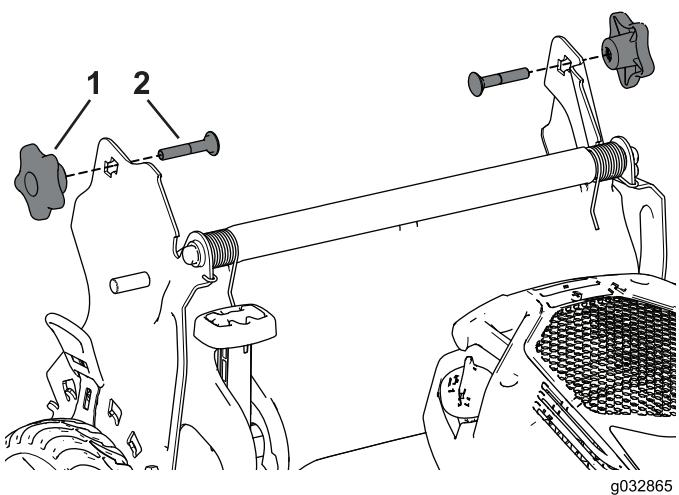

Figure 27
3. Insérez le boulon de carrosserie (la tête du boulon vers l'intérieur) dans le support du guidon et dans le trou supérieur à l'extrémité du guidon. Vérifiez que les bords carrée de chaque boulon de carrosserie s'engagent dans le trou carré supérieur ou inférieur du support de guidon correspondant (Figure 27).